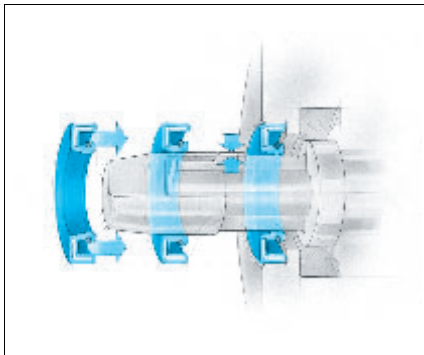

Рис. 2.45 Монтаж на валу с соединением в шпунт и гребень (также при остроугольных уступах вала)
- При монтаже через соединение в шпунт и гребень канавку на валу необходимо закрыть защитным чехлом (→ Рис. 2.45), чтобы избежать повреждения рабочей кромки.